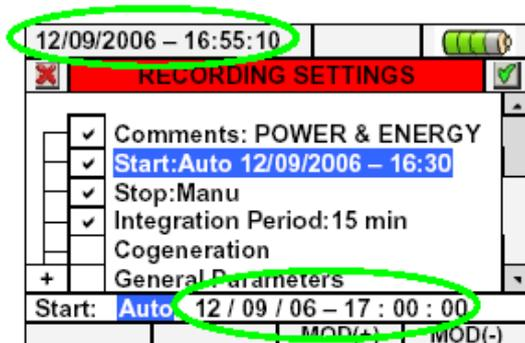

Рис.109: Дата/Время установлены правильно
3. С помощью стрелок вправо-влево переместитесь в поле даты и времени. С помощью стрелки вверх или кнопки **F3 (MOD(+))** увеличьте значение, с помощью стрелки вниз или кнопки **F4 (MOD (-))** уменьшите значение. Правильно установите Дату/Время, как это показано на рис.109.